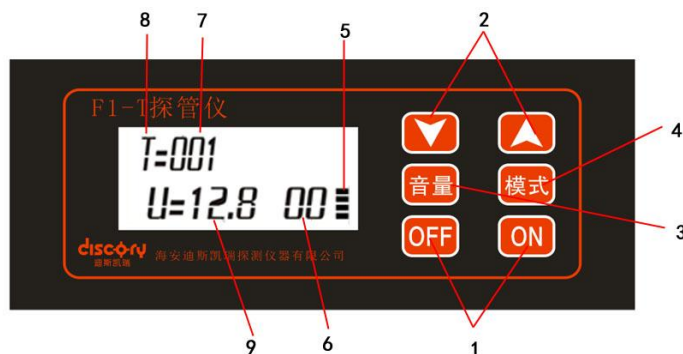

图 2 探管仪面板示意图
- 2、探管仪：**探管仪和探杆配合使用，用于探测管道的位置、走向、深度。其功能示意如图 2 所示。